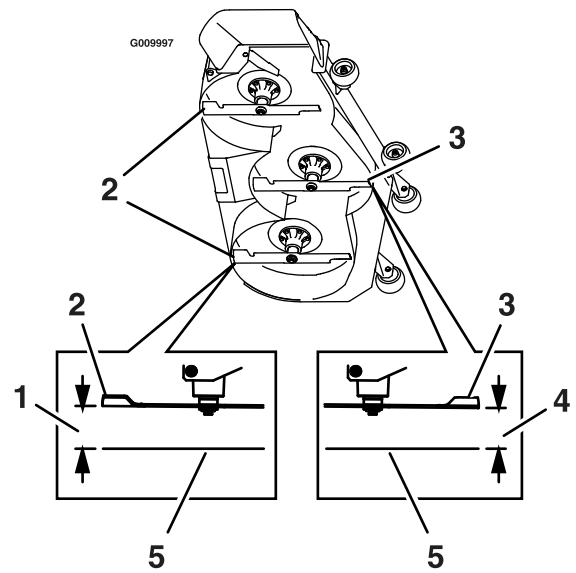

Figura 81
7. Mida desde la superficie nivelada hasta la punta delantera de la cuchilla central (**Figura 81**).